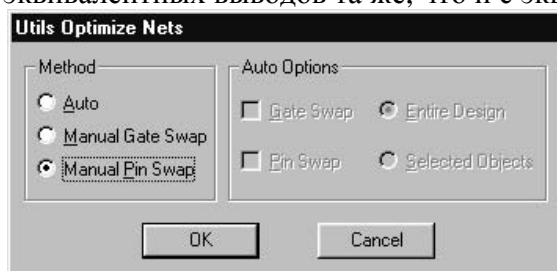

Рис. 7.2.4
- После этого в вентилях микросхем поменять местами эквивалентные выходы. Для этого вновь выполнить команды **Utils/Optimize Nets**, но в открывшемся диалоговом окне в области **Method** выбрать **Manual Pin Swap** (рис. 7.2.4) и нажать кнопку ОК.